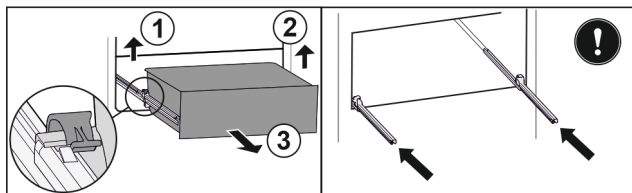

Fig. 151
- ▶ Soulever la bride gauche et tirer dans le même temps la partie gauche du tiroir vers l'avant. Fig. 151 (1)
- ▶ Soulever la bride droite et tirer dans le même temps la partie droite du tiroir vers l'avant. Fig. 151 (2)
- ▶ Retirer le tiroir par l'avant. Fig. 151 (3)